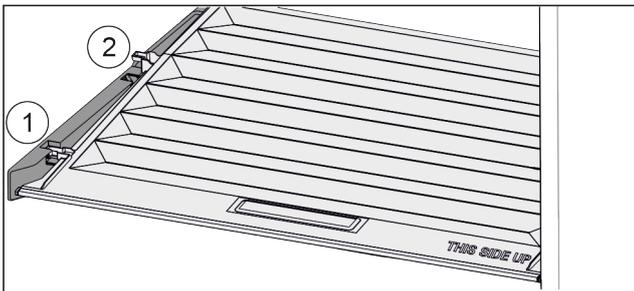

Fig. 49
- Deckel bis zur Öffnung in den Halteteilen nach vorne ziehen Fig. 49 (1).
- Hinten von unten anheben und nach oben wegnehmen Fig. 49 (2).